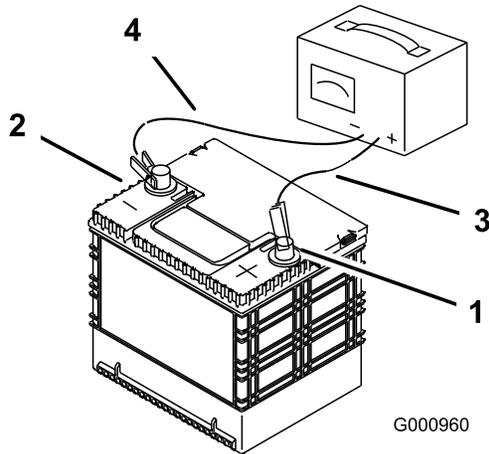

Figura 47
2. Quando a bateria estiver totalmente carregada, desligue o carregador da tomada elétrica e em seguida desligue os cabos do carregador dos bornes da bateria (Figura 47).